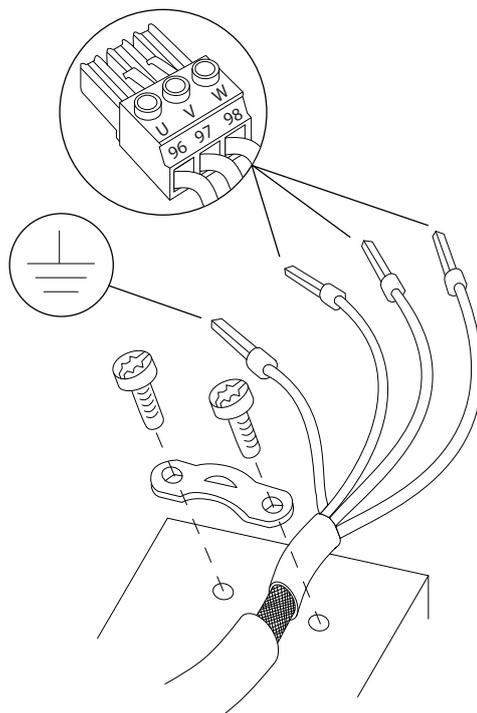

图 4.5 电机连接
3. 按照 章 4.3 接地中提供的接地说明将接地线连接到最近的接地端。请参阅图 4.5。
4. 将三相电机电线路连接到端子 96 (U)、97 (V) 和 98 (W) 上，如 图 4.5 所示。